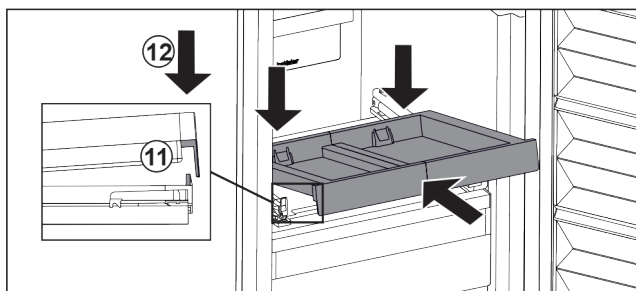

Fig. 108
- ▶ Vstavite jo v poševnem položaju. Pazite, da je nastavek na obeh straneh za jezičkom. Fig. 108 (11)
- ▶ Izvlečno polico odložite spredaj. Fig. 108 (12)